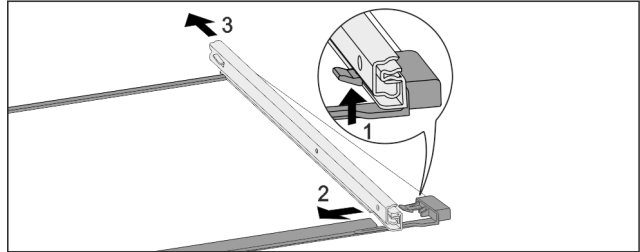

Fig. 142 Стъклена плоча с релси
- ▶ Натиснете нагоре предните фиксиращи палци. Fig. 142 (1)
- ▶ Плъзнете изтеглящата релса настрани Fig. 142 (2) и назад Fig. 142 (3).